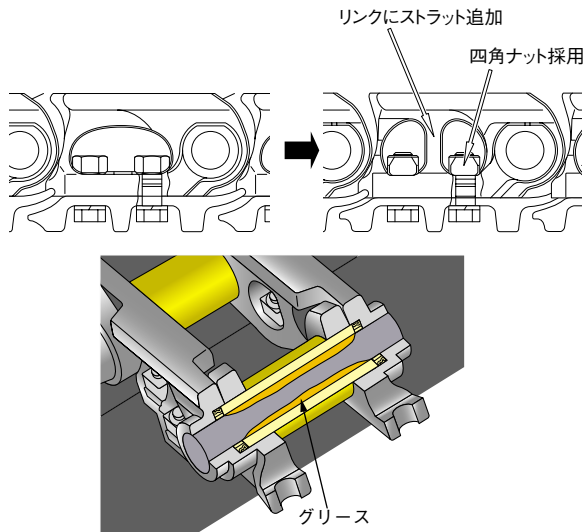

図8 履帯の強化
(6) 足元を固める履帯の耐久性を向上するため、トラックリンクにストラットを追加して、四角ナットを採用し、実績のあるグリース封入式のピンを使った。(図8)